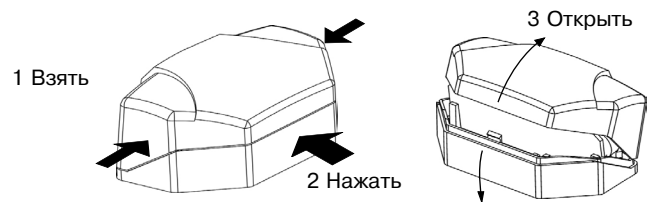

Рисунок 3
9.1 Снимите крышку извещателя. Для этого: одной рукой возьмите верхнюю крышку извещателя за ее боковые поверхности, другой рукой отведите заднюю часть основания от верхней крышки, надавив на его стенку (рисунок 3).